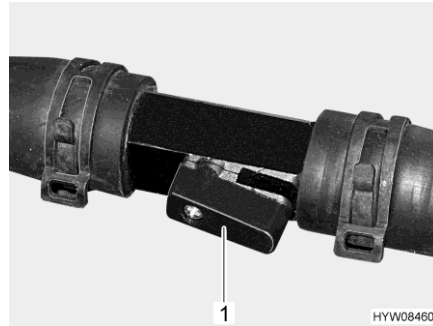

Bild 171 Absperrhahn (geöffnet)
- Den Hebel (Bild 171,1) parallel zur Rohrleitung stellen (Bild 171). Je weiter der Absperrhahn geöffnet wird, desto höher ist die Heizleistung.
- Den Hebel (Bild 171,1) quer zur Rohrleitung stellen. Der Heizkreislauf erfolgt über die Umgehungsleitung.